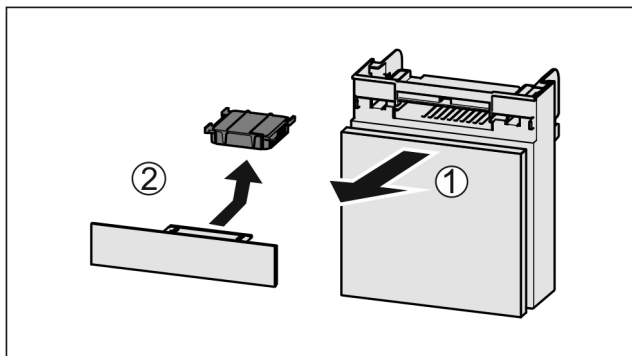

Fig. 218
- Zásuvku vytáhněte dopředu Fig. 218 (1).
- Filtr s aktivním uhlím vyjměte Fig. 218 (2).